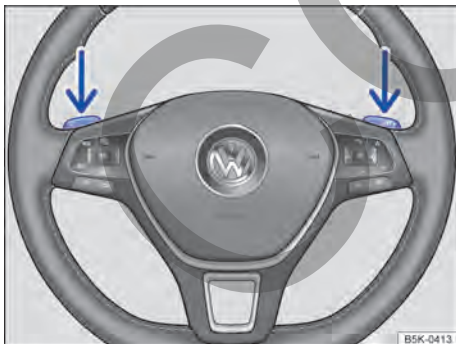

Fig. 96 Volante con selectores basculantes de Tiptronic.
- Presione la palanca selectora basculante derecha → fig. 96 hacia el volante para aumentar la marcha.